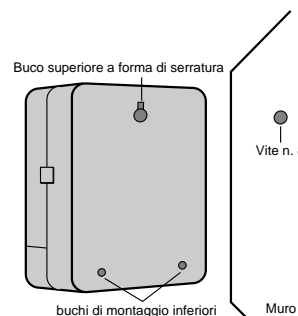

FIGURA 19: Installazione d'un programmatore per interni
- Avvitare una vite No. 8 in ognuno dei due fori sulla parte inferiore della scatola nella parete [vedere Figura 19].